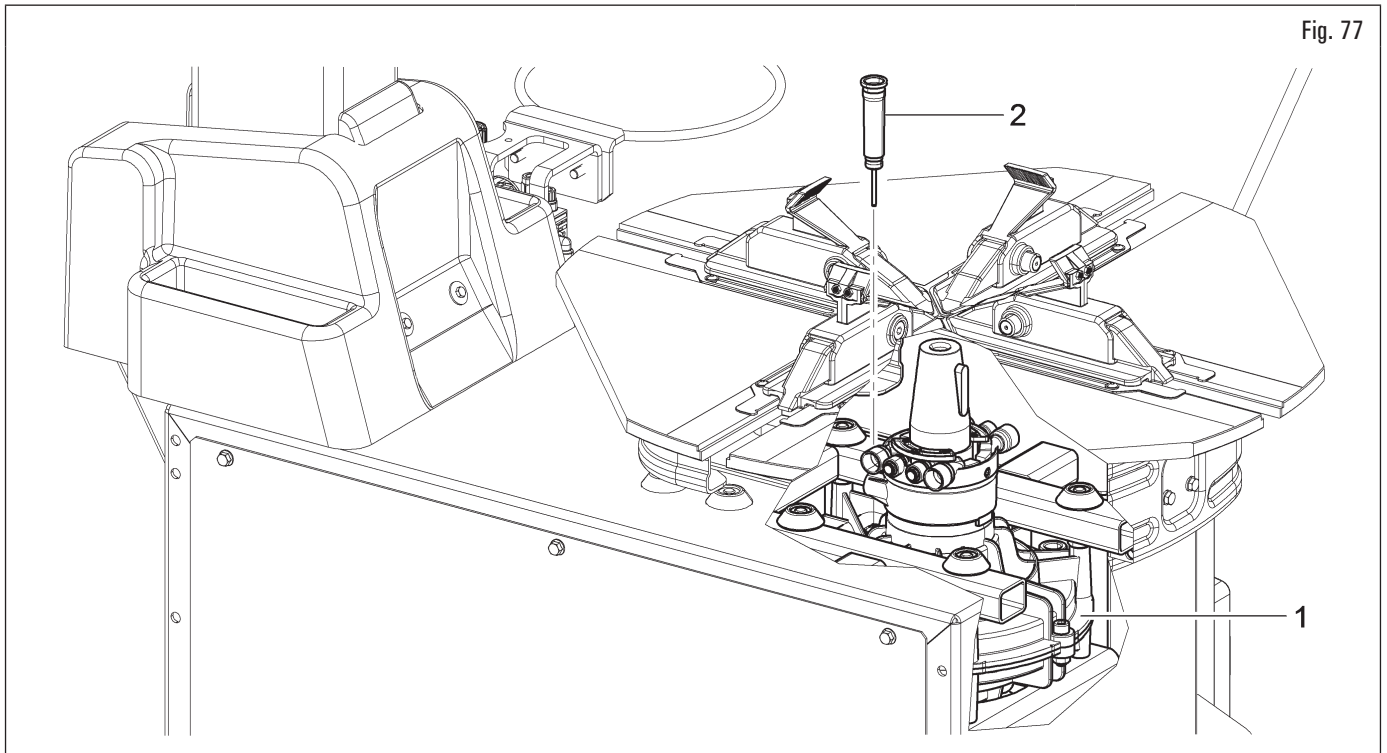

Fig. 77
- Periódicamente (preferiblemente 100 horas de trabajo) controlar el nivel del lubricante en el reductor (Fig. 77 ref. 1) removiendo el tapón (Fig. 77 ref. 2) mediante el orificio adecuado en el bastidor.